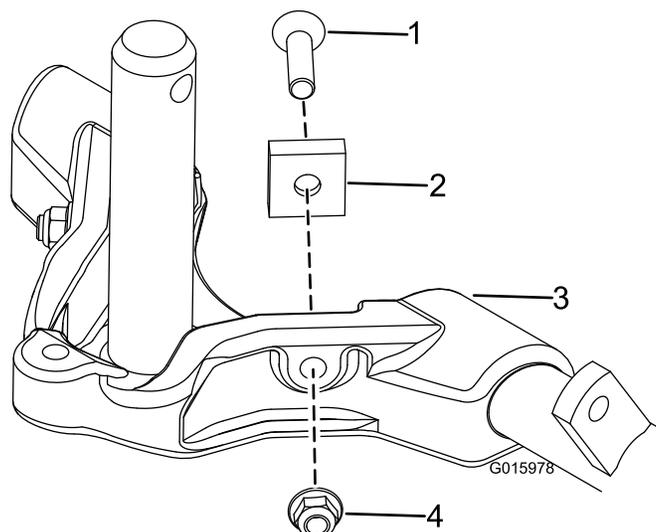

図 15
6. 27 インチのカuttingユニットでは、後ろのカuttingユニット（2番と3番）のキャリアフレームから、ピボットスペーサ、六角ソケットねじ、およびフランジ・ロックナット（各2）（図 15）を取り外すことに